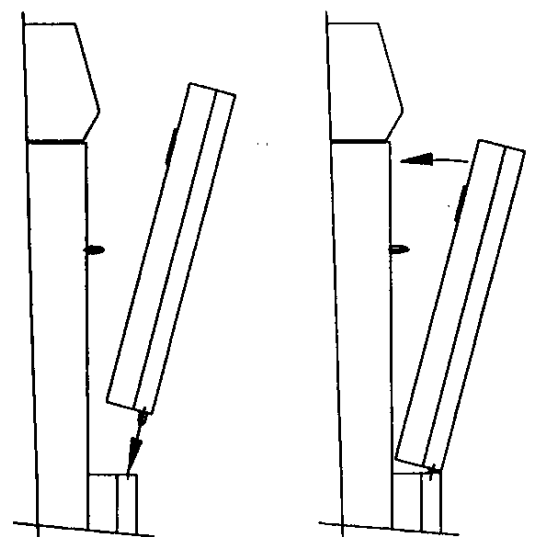

Fig. 14
Façade supérieure (68) (voir figure 14)	<ul style="list-style-type: none"> <li>Engager les 2 axes dans les trous des façades inférieures.</li> <li>Plaquer la façade sur les côtés.</li> </ul>